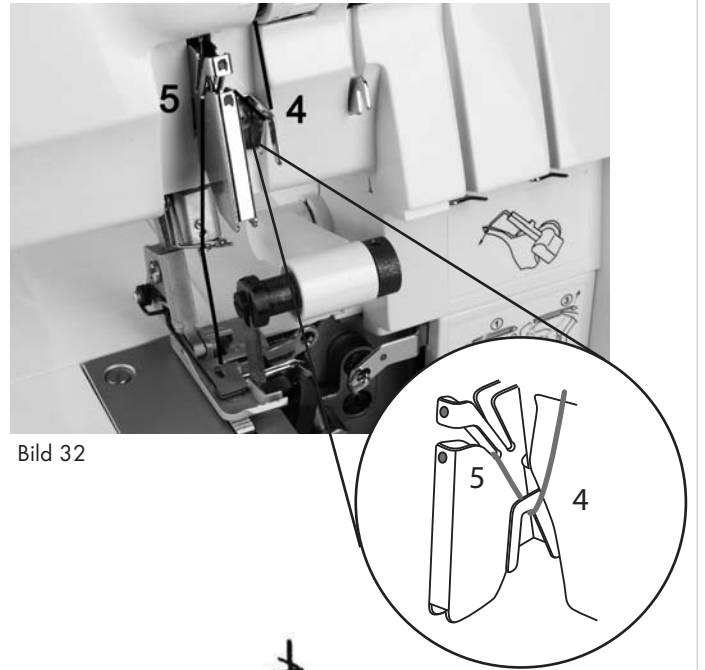

Bild 32
4. Trä tråden enligt de blå markeringarna (4 - 6) (bild 32/33).